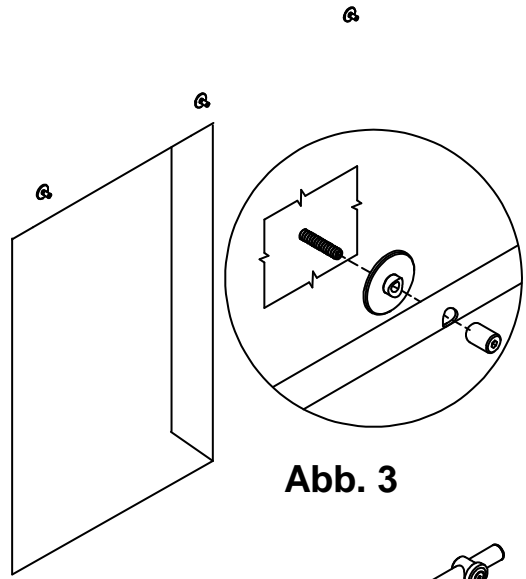

Abb. 3
7. Auf die Wandbefestigungen die Scheiben und Distanzhülsen aufstecken. **Abb. 3**